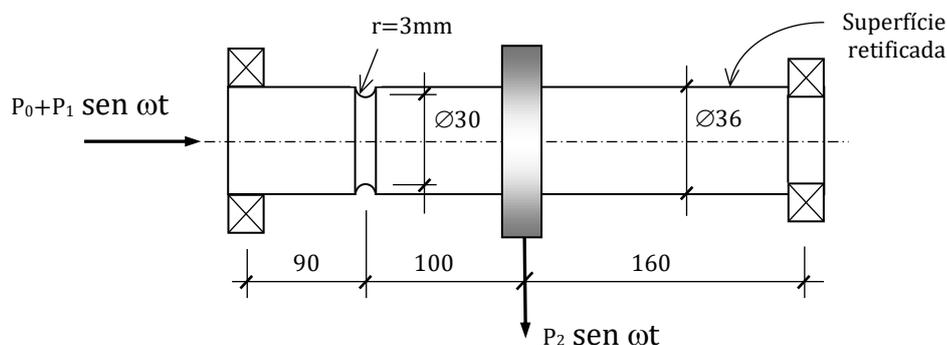

Figura 2.4
2.2.5 Calcule a fator de segurança à fadiga do veio da Figura 2.4 que transmite um binário T , utilize o critério de Soderberg. Dados: